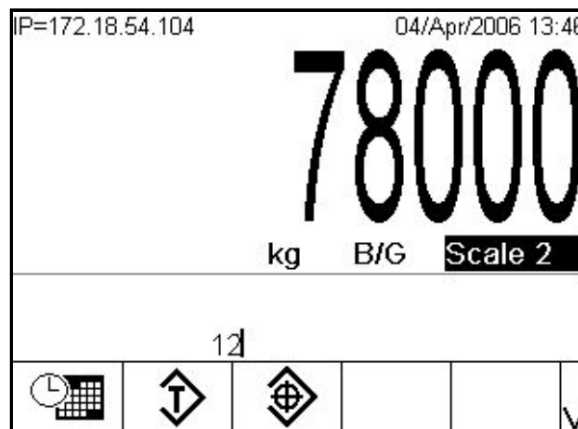

Figure C-12: Saisie directe de l'ID de tare pour un rappel rapide
1. Utilisez les touches numériques sur le panneau pour saisir l'ID de la tare souhaitée. Les chiffres s'affichent immédiatement au-dessus des icônes des touches programmables (voir la Figure C-12).